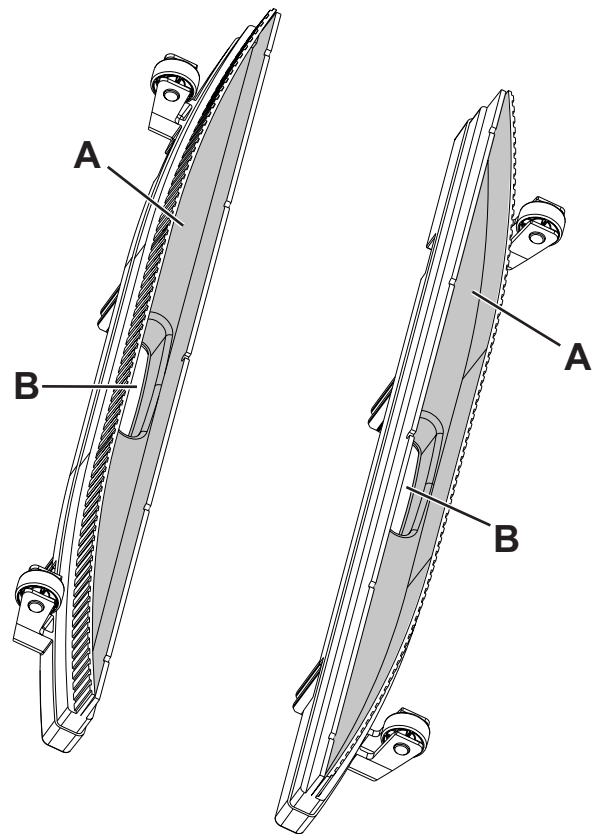

Рис. 9
2. С помощью ручки (15) снимите контейнер с бачками (13) с корпуса машины.
3. Поднимите корпус машины, чтобы получить доступ к нижней части чистящей платформы (16).
4. Снимите планки швабры (20), потянув за них.
5. Очистите и промойте планки швабры. В частности, очистите отсеки (А, Рис. 9) и отверстие (В). Проверьте скребки на предмет целостности, порезов и потертостей; при необходимости замените планки швабры.